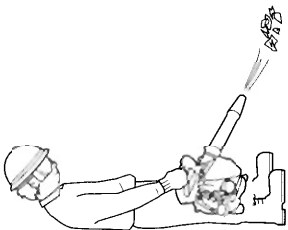

Fig. 8
**Souffleuse d'exploitation (Fig. 8)**